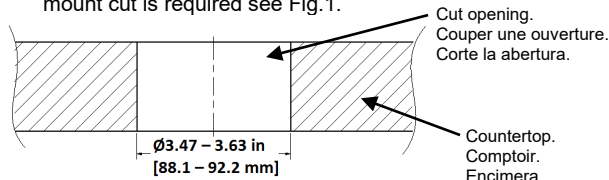

Fig. 1
- To mount catalog RCT2x0 a surface mount cut is required see Fig.1.
- Pour fixer les numéros de catalogue RCT2x0 et une coupe pour montage en surface est requise. Consulter la Fig 1.
- Para montar el catálogo RCT2x0 corte de montaje en superficie véase Fig.1.